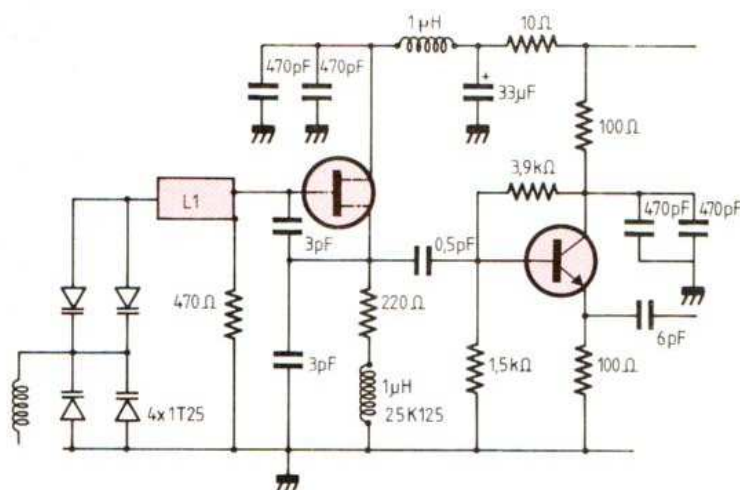

Figure 1. – VCO 1 : 390 à 515 MHz.
Schéma du VCO : figure 1.
Vous avez alors de fortes chances d'avoir pris le plus mauvais. Eventuellement, même, un type (heureusement en voie de disparition) à conversion unique et fonctionnant sur une fréquence intermédiaire (FI) de l'ordre de 450 kHz (fig. 1). Si vous accordez un tel appareil sur $f_1 = 6$ MHz, son oscillateur fonctionne sur $f_0 = 6\,450$ kHz, ce qui signifie que vous recevez aussi, sur le
Fig. 1. — Le type le plus classique du récepteur superhétérodyne travaille avec une seule conversion (changement de fréquence) et avec une fréquence intermédiaire de l'ordre de 450 kHz.